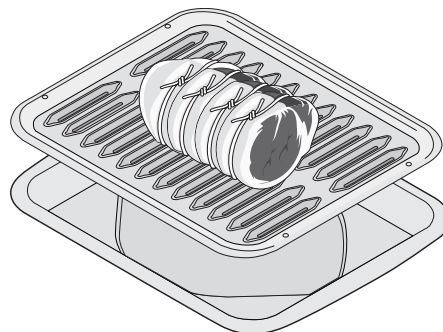

Figure 21: Rôtissage sur grille avec cuvette
4. Placez la viande (côté plat vers le haut) sur la grille de rôtissage et la grille de rôtissage sur la grille de la lèchefrite. (Figure 21). Placez l'aliment préparé sur la grille et glissez-la à l'intérieur du four.